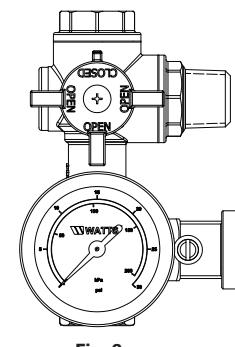

Fig. 6
- Enfoncer le robinet du RBFF et le tourner en position « orifice-système fermé » (cf. Figure 6). Relâcher pour verrouiller.